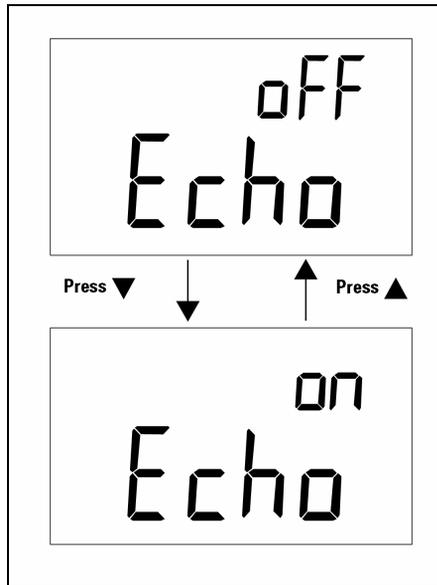

Figure 3-4 Configuration du mode d'écho
Lorsque le mode d'écho est activé (ON), l'appareil renvoie l'écho de tous les caractères qu'il reçoit. Pour activer le mode d'écho, reportez-vous à la Figure 3-4.